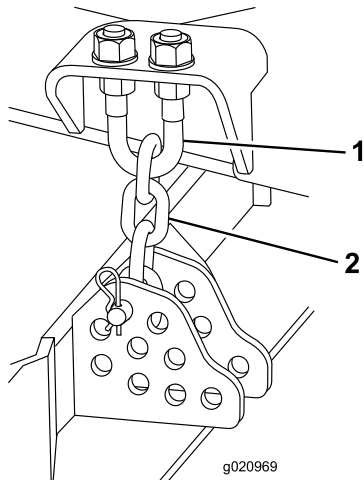

Figura 105
1. Afloje las contratuercas de la parte superior o inferior del perno en U de la cadena de altura de corte (Figura 105).